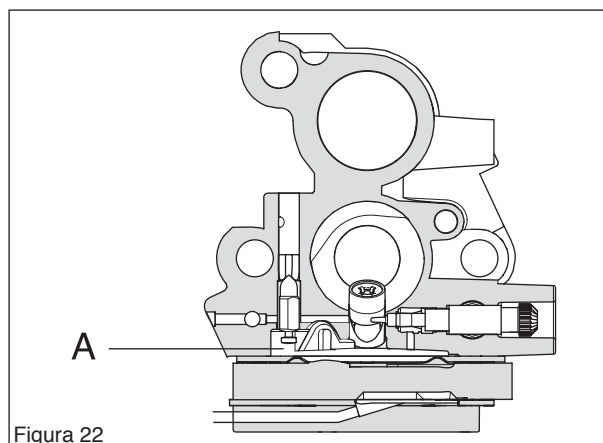

Figura 22
En la unidad dosificadora (A) están las boquillas y los dispositivos de control del combustible. Aquí se regula la cantidad de combustible adecuada para cada régimen de revoluciones y toma de potencia. (Ver la figura 22.)